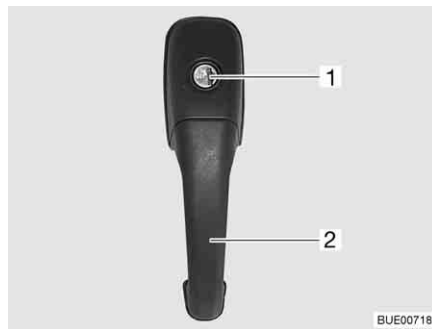

Bild 28 Dörrlås ingångsdörr, utsida
- Stick in nyckeln i låscylindern (Bild 28,1) och vrid den ända tills dörrlåset har låsts upp.
- Drag i dörrhandtaget (Bild 28,2). Dörren är öppen.
- Stick in nyckeln i låscylindern (Bild 28,1) och vrid den ända tills dörrlåset har låsts.